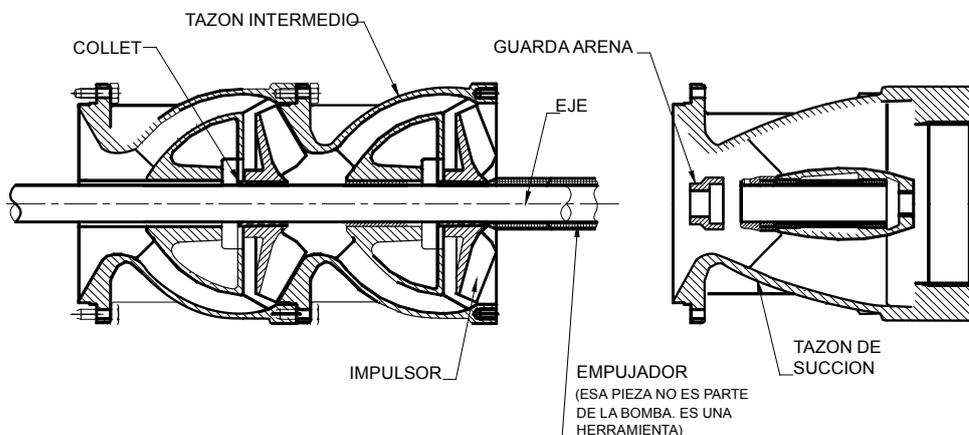

Fig. 20. Desarmado de la bomba
8.6 Desarmado del equipo (Fig. 20)
d) Coloque el "Empujador de collet" sobre el eje y golpee con él al collet (Pos. 272) entre el impulsor (Pos. 176) y el eje (Pos. 167) hasta liberar el impulsor (Ver Fig. 20). Extraiga el impulsor y el collet (la cuña cónica partida). Coloque el collet y el tazón en un lugar previamente preparado. Limpie el eje antes de continuar.